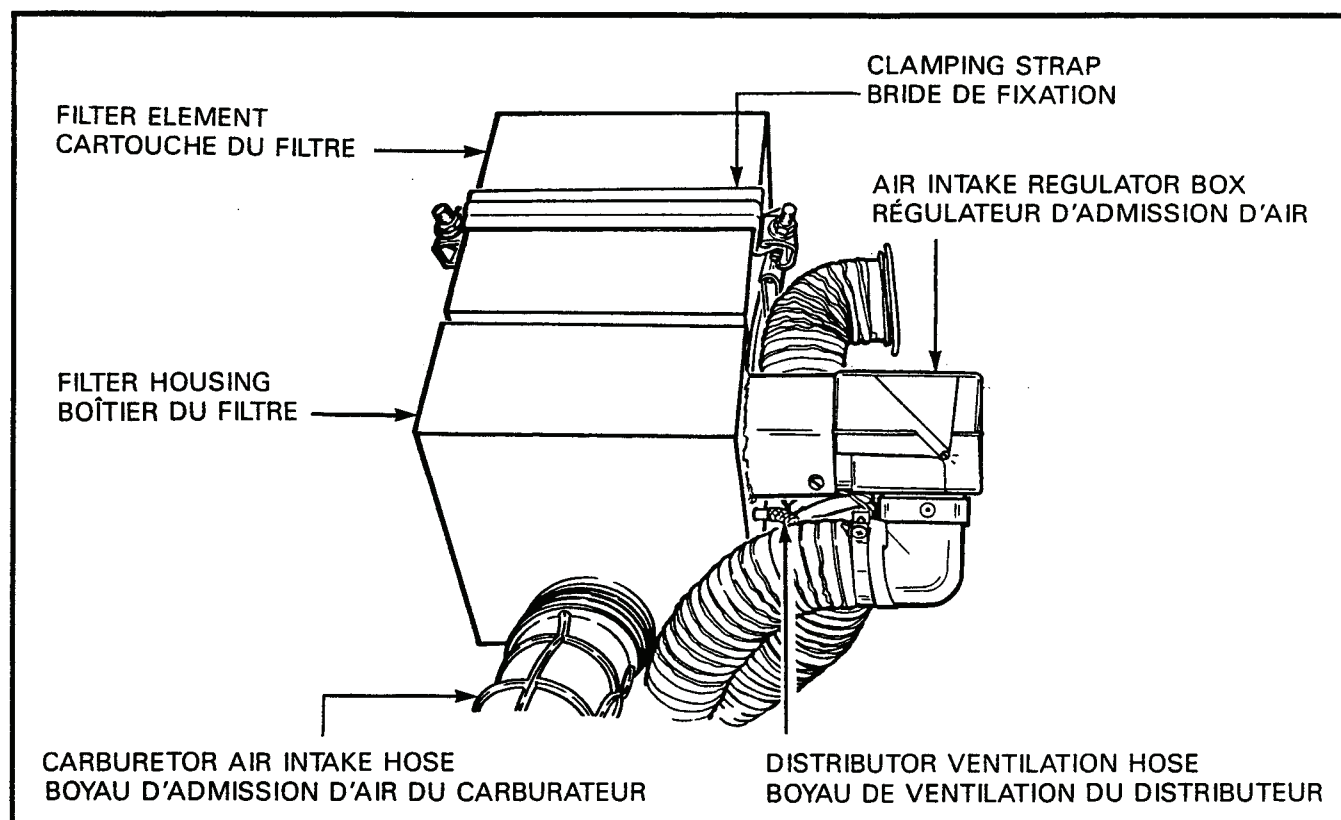

Figure 2-2-1 Air Cleaner Assembly
15. **Removal** — To remove, see Figure 2-2-1 and proceed as follows:
15. **Dépose** — Pour enlever l'ensemble, voir figure 2-2-1, et procéder comme suit:
16. **Installation** — To install, see Figure 2-2-1 and proceed as follows:
16. **Installation** — Pour installer l'ensemble, voir figure 2-2-1 et procéder comme suit: